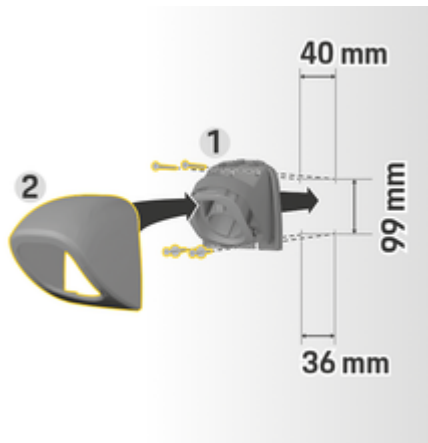

Fig. 55: Dimensões de perfuração
1. Remover o fecho do conector **1** (Fig. 55) da capa **2** (Fig. 55).
4. Aparafuse o fixador do conector **1** (Fig. 55) à parede.
5. Coloque a cobertura **2** (Fig. 55) no fixador do conector **1** (Fig. 55) a partir de baixo e empurre para cima.